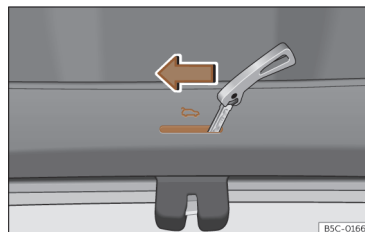
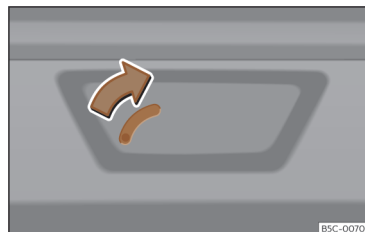

Fig. 83 Pormenor da bagageira: destrancagem de emergência.
Fig. 84 Pormenor da bagageira: destrancagem de emergência (Leon Sportstourer).
- Introduza o palhetão da chave na ranhura e desloque a chave no sentido da seta até que a fechadura desbloqueie >>> Fig. 83, >>> Fig. 84.